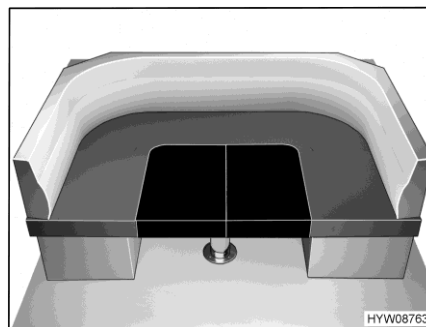

Fig. 99 Dopo la trasformazione
- Sistemare i due cuscini aggiuntivi (raffigurati in nero) come illustrato nella Fig. 99.